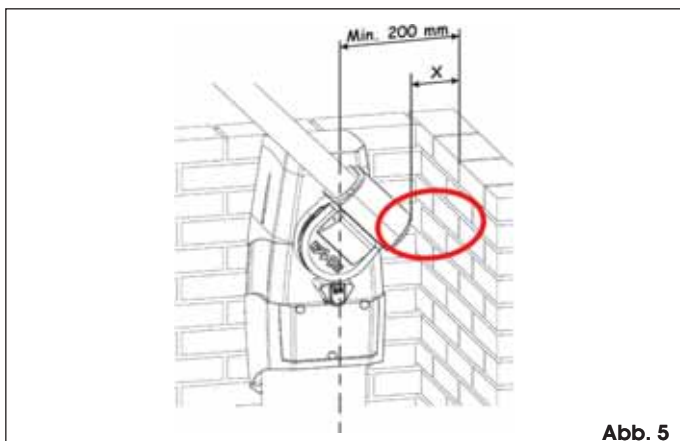

Abb. 5
- Sicherstellen, dass die Mindestabstände (siehe Abb. 5) eingehalten sind.
Wenn das Maß „X“ (siehe Abb. 5) unter 500 mm liegt, MUSS der in der Abbildung markierte Bereich mit einer Schutzvorrichtung nach UNI EN 12978 abgesichert werden